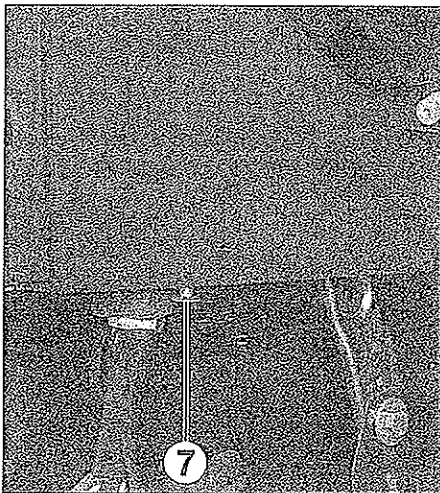

FIG. 43
Montar la consola colocando primero la parte delantera y la parte trasera con el paso de la palanca de velocidades y de freno de estacionamiento. Colocar correctamente la consola central en los centradores (7) en el salpicadero (fig. 43).